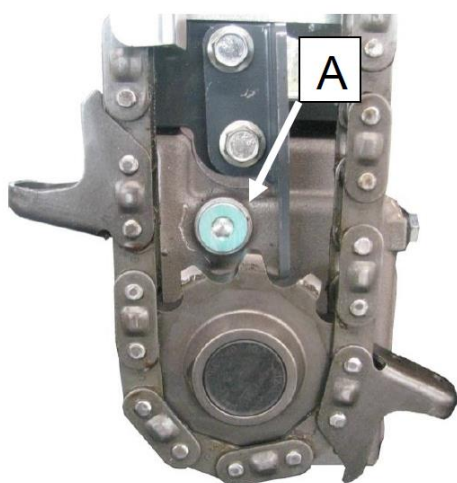
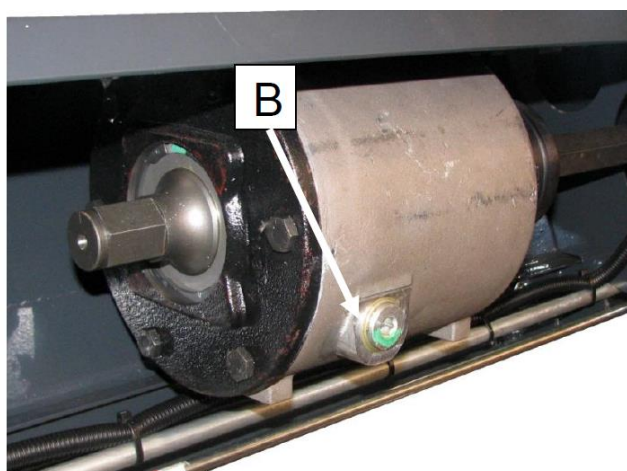

FIGURA 26
FIGURA 25
Figura 26 przedstawia korek otworu wlewowego i kontrolnego (A), używany do napełniania olejem przekładni. Figura 25 przedstawia korek spustowy (B).